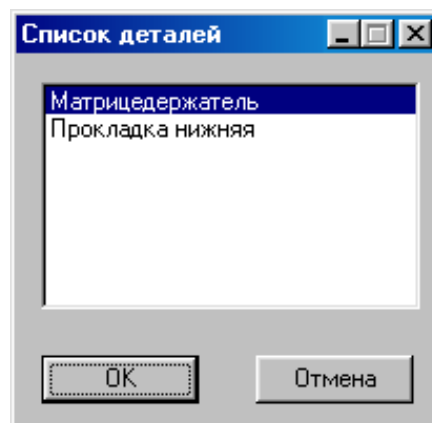

Рисунок 1.48 – Вікно списку спроектованих на розрізі деталей
- якщо на питання "Редагувати деталі пакета?" відповідається "Так", на екрані висвітлюється список спроектованих на розрізі деталей (рис. 1.48).